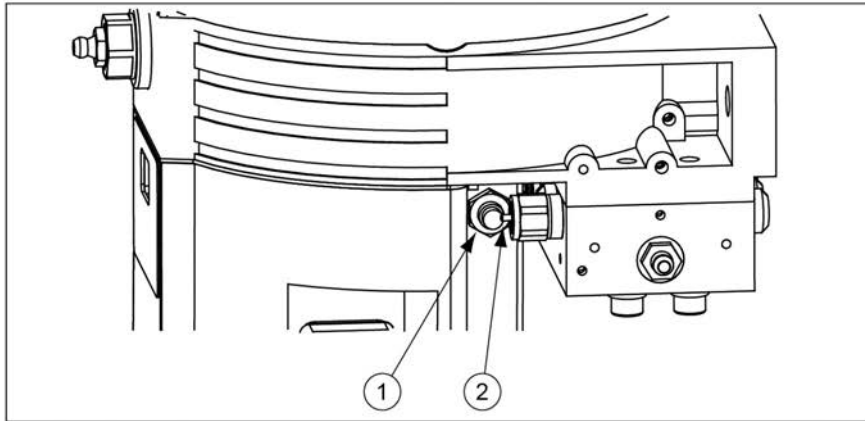

ABBILDUNG 9. NÄHERUNGSSCHALTER (1) UND STEUERSTIFT (2)
1. Die Bedientaste (2) drücken, um den Fehler zu quittieren. Die Meldung hört auf zu blinken.
3. Die Bedientaste (2) (2 Sekunden) drücken, um Schmierzyklen auszulösen, bis sich der Anzeigestift (Steuerstift) über den Näherungsschalter bewegt. Siehe Abbildung 9.